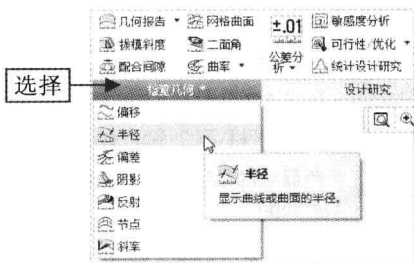

图 7-113 选择“半径”选项
Step 02 单击“检查几何”面板中“检查几何”右侧的下拉按钮,在弹出的下拉列表中选择“半径”选项,如图 7-113 所示。